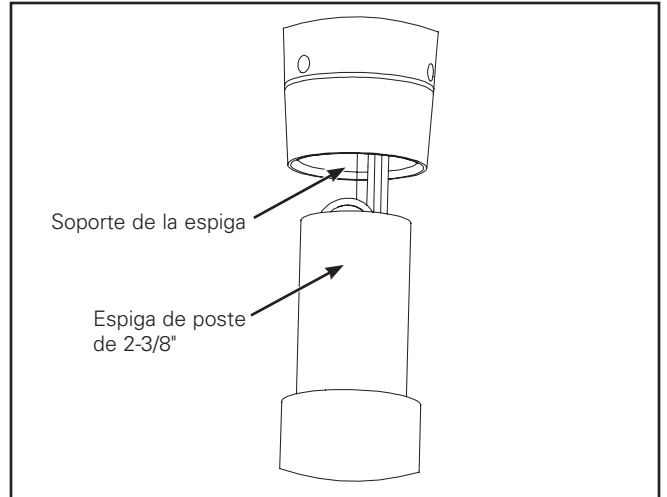

Figura 2.
4. Deslice la luminaria para acomodarla en la espiga. (Figura 2.)